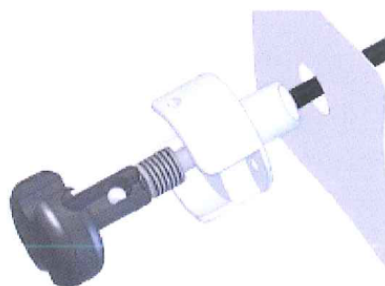

Fig. 24
Étape 2 : Installez le bouton avec la poignée (Fig. 24).